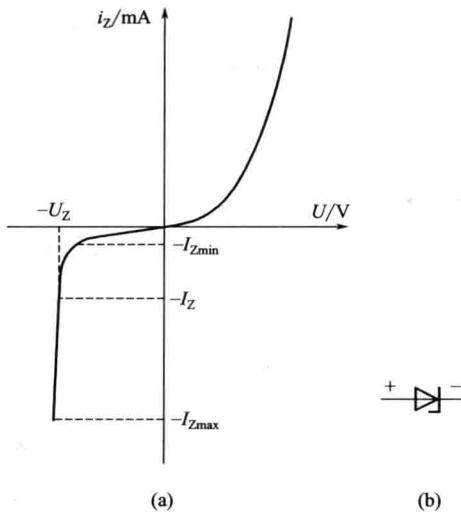

图 1-10 稳压二极管伏安特性及符号
① 稳压管的伏安特性 通过实验测得稳压管伏安特性曲线如图 1-10(a) 所示。
稳压管的符号如图 1-10(b)。